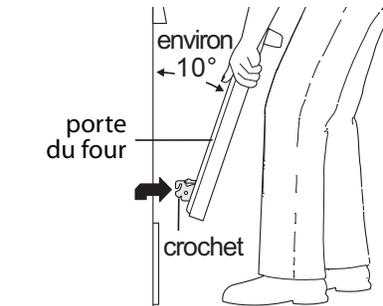
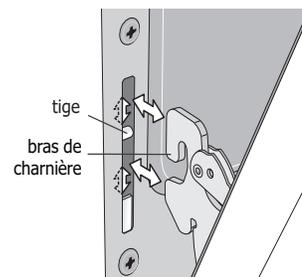

Figure 9 : Tenir fermement la porte lors de son retrait
Figure 10 : Remise en place et emplacement des bras de charnière et des tiges
3. Tenez fermement les deux côtés de la porte. N'utilisez pas la poignée de la porte (voir Figure 9).
5. Soulevez les bras des charnières de la porte au-dessus des tiges situées de chaque côté du cadre du four (voir Figure 9).
1. Tenez fermement les deux côtés de la porte. N'utilisez pas la poignée de la porte (voir Figure 9).
2. En tenant la porte dans le même angle que pour la retirer, posez les crochets des bras des charnières sur les tiges situées de chaque côté du cadre de la porte (voir Figure 9 et Figure 10). Les crochets des bras de charnière doivent être bien assis sur les tiges.